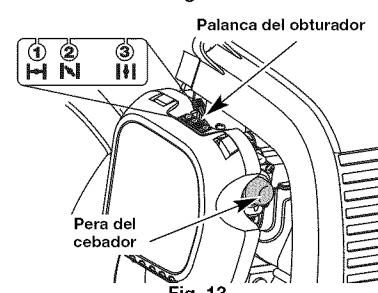
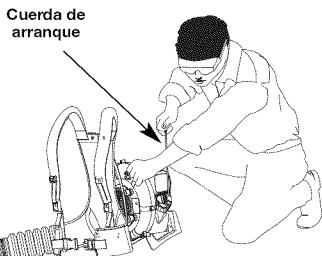

Fig. 13
Fig. 14
ADVERTENCIA: Evite los arranques accidentales. Colóquese en posición de inicio cuando tire de la cuerda de arranque (Fig. 14). El operador y la unidad deben estar en una posición estable al arrancar la unidad para evitar graves lesiones personales. Para evitar lesiones personales graves, asegúrese de que los tubos de la sopladora estén colocados antes de hacer funcionar la unidad.
- Oprima completamente el cebador y suéltelo 10 veces. Hágalo lentamente. Se deberá ver un poco de combustible en el cebador y en las tuberías de alimentación de combustible (Fig. 13). Si no puede ver el combustible en el cebador, oprímalos y suéltelos tantas veces como sea necesario hasta que vea combustible en el mismo.
- Coloque la palanca del obturador en Posición 1 (Fig. 13).
5. Colóquese en la posición de arranque (Fig. 14). No expima el control de válvula reguladora. Tire de la cuerda de arranque **5 veces** en un movimiento controlado.
6. Coloque la palanca del obturador en la **Posición 2** (Fig. 13).
9. **Continuar oprime el gatillo.** Mover la palanca del obturador a la **Posición 3** (Fig. 14) y continuar el calentamiento del motor por un período adicional de 60 segundos. Durante este tiempo la unidad puede ser utilizada.
2. Oprima y mantenga oprimido el Control de encendido y apagado en la posición APAGADO (O) hasta que el motor se detenga por completo (Fig. 13).
3. Oprima completamente el cebador y suéltelo 10 veces. Hágalo lentamente. Se deberá ver un poco de combustible en el cebador y en las tuberías de alimentación de combustible (Fig. 13). Si no puede ver el combustible en el cebador, oprímalos y suéltelos tantas veces como sea necesario hasta que vea combustible en el mismo.
4. Coloque la palanca del obturador en **Posición 1** (Fig. 13).
5. Colóquese en la posición de arranque (Fig. 14). No expima el control de válvula reguladora. Ponga el arranque eléctrico o el pedacito de comienzo de la energía en la parte posterior de la unidad. Refiera a la sección de la operación del manual del operador del arranque eléctrico o del pedacito de comienzo de la energía.
6. Presione y sostenga el arranque eléctrico o perforo ARRANQUE (I) el botón por 2 segundos.
7. Coloque la palanca del obturador en **Posición 2** (Fig. 13).
8. Presione y sostenga el arranque eléctrico o perforo ARRANQUE (I) el botón para 2 segundos intervalos hasta que la unidad comience.
10. Mantenga apretado el control del regulador, ponga la palanca del obturador en la **Posición 3** (Fig. 13) y haga funcionar la unidad durante 60 segundos más. La unidad se puede usar durante este paso.
- SI...** el motor no arranca después de unos cuantos intentos, coloque la palanca del obturador en la **Posición 3**, y oprima el gatillo. Apriete y mantenga apretado el botón de **ENCENDIDO (I)** del arrancador eléctrico o taladro a intervalos de 2 segundos hasta que la unidad arranque.